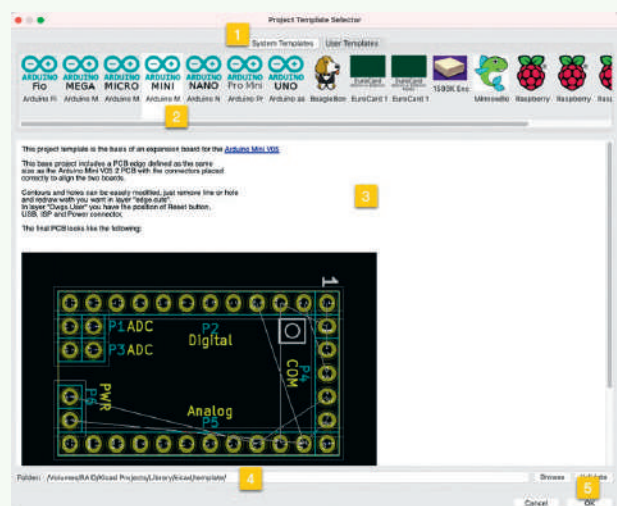

Figure 10. Sélecteur de modèle de projet.
La fenêtre « *Project Template Selector* » apparaîtra (figure 10). Sélectionnez l'onglet *System Template* (1), utilisez la molette pour déplacer les modèles de projet vers la gauche et la droite, et recherchez le modèle *Arduino Mini*. Cliquez pour le sélectionner (2). Dans le volet d'informations (3), vous verrez une description du modèle, y compris une vue des empreintes et des schémas qu'il contient. Les informations que vous voyez sur la page d'informations (3) sont un simple fichier HTML. Le créateur du modèle peut fournir autant ou aussi peu d'informations qu'il le souhaite.